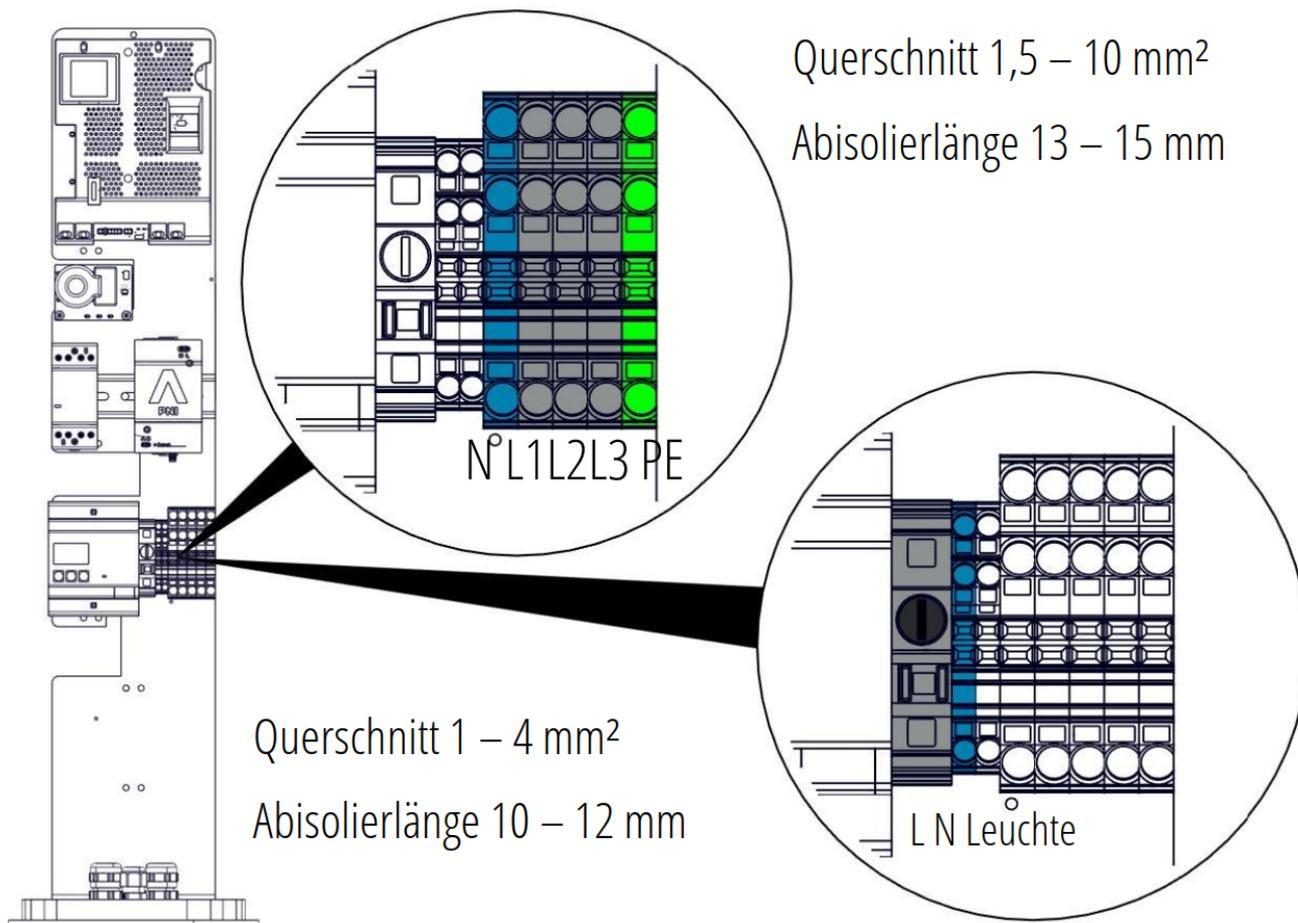

Abbildung 7. Anschlussposition der Zuleitung
1. Die Zuleitung der Ladestation gemäß Abbildung 7 anschließen und diese anschließend mittels Kabelverschraubung zugentlasten und abdichten.
3. Die Zuleitung der Leuchte gemäß Abbildung 7 anschließen und diese anschließend mittels Kabelverschraubung zugentlasten und